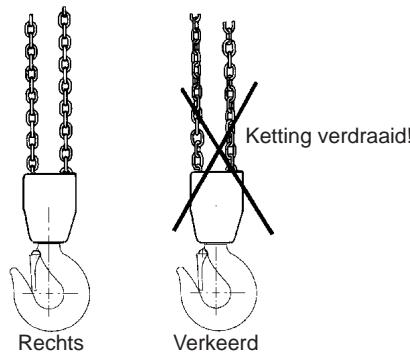

Fig. 3 De ketting mag niet verdraaid raken
- De lastketting mag niet knikken of verstrengeld raken. Bij handtakels met twee of meer delen bestaat het risico dat de ketting gaat verstrengelen als de onderste haak verstrikt raakt met de kettingstrap. Dat kan zich doorgaans voordoen tijdens het opnieuw optuigen of wanneer de handtakel wordt verplaatst tussen werkstations. Zie Fig. 3.